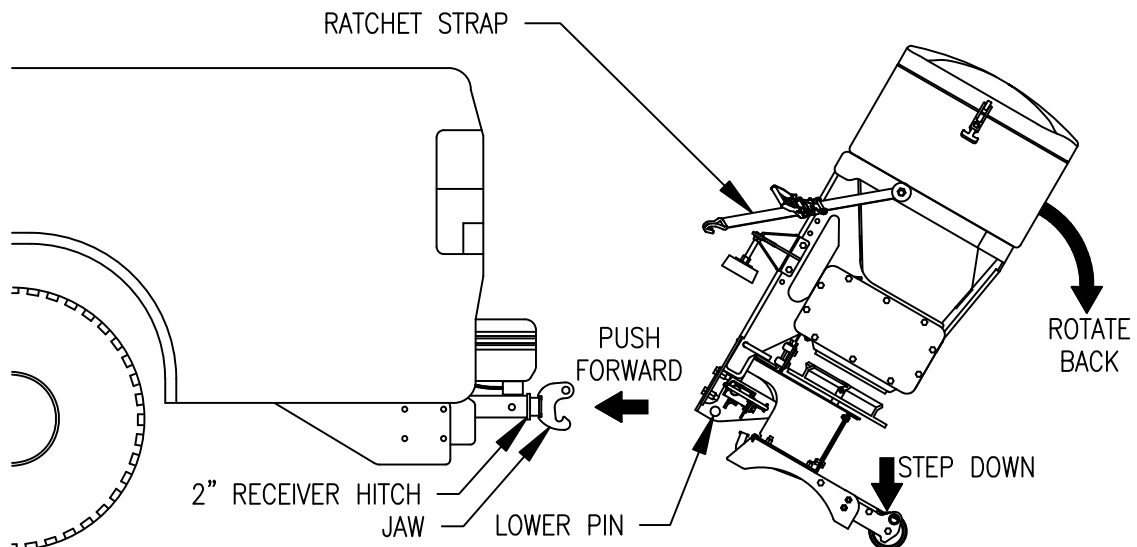

Bild 10. RT3 Aufnahme Anbau Prozedur
5. Halten Sie den Streuer fest, stellen sich auf das Fußteil und drehen den Streuer nach hinten bis der Zapfen hoch genug für die RT3 Aufnahme ist Siehe Bild 10.